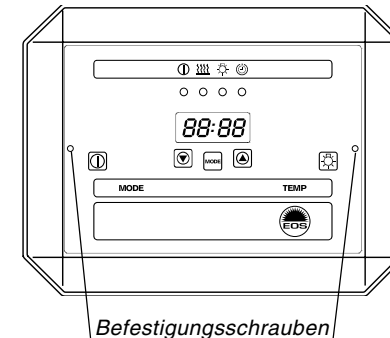
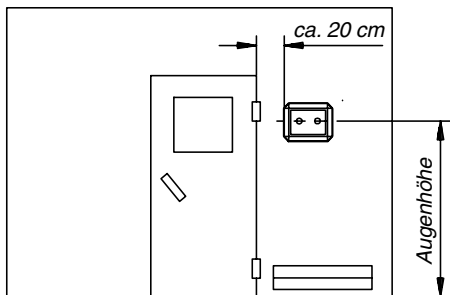
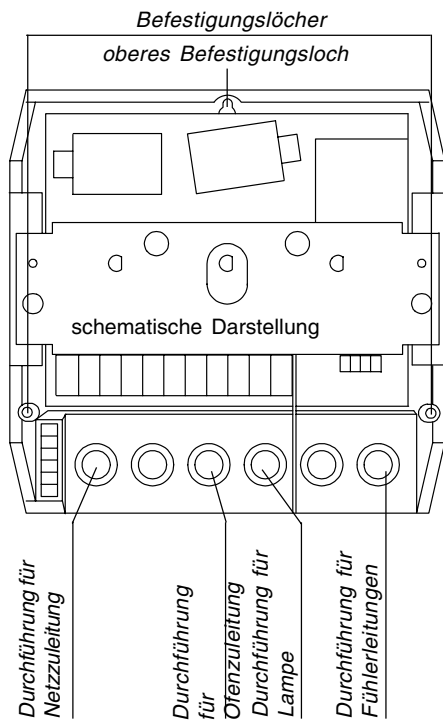

Abb. 1
Abb. 3
Abb. 4
1. Nehmen Sie die Abdeckung des Steuergerätes ab. Dazu lösen Sie die Befestigungsschrauben unter der Bedienungsskala (Abb. 1). Vergrößern Sie die Löcher für die Durchführungen der Kabel (Abb. 4) mit Hilfe eines geeigneten scharfen Messers. Die Bohrungen \varnothing 3 mm für die mitgelieferten Holzschrauben 4 x 20 mm werden entsprechend den in Abb. 3 und 3.1 angegebenen Maßen angebracht.
3. Das Steuergerät in die 3 mm herausstehende Schraube mit dem oberen Befestigungsloch einhängen. Führen Sie die Anschlusskabel durch die dafür vorgesehenen von Ihnen vergrößerten Durchführungen und schrauben Sie das Gehäuseunterteil in den beiden unteren Bohrungen fest an die Kabinenwand. Abb. 4